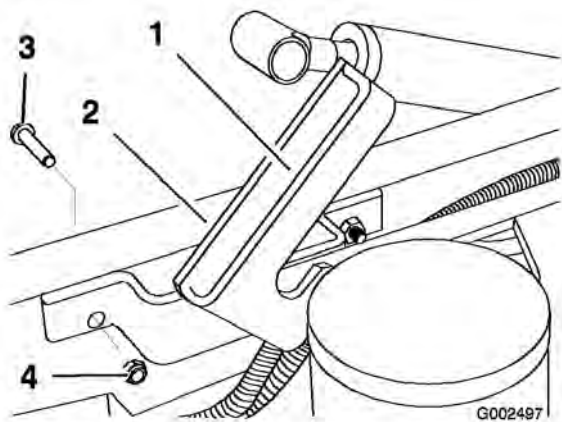
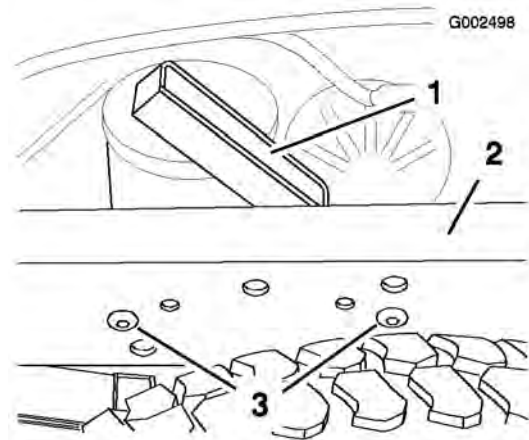

図 12
図 13
2. 車両の左フレームレールの内側に、ストラット・サポート・アセンブリを取り付ける；ソケット・ヘッド・ボルト2本(3/8 x 1 インチ)とロック・ナット2個(3/8 インチ)を使い、図 12および図 13のように取り付ける。各ナットを30 ± 4 Nmにトルク締めする。
4. プロップロッド、ジャムナット、ヨークを組み立てて仮止めする（図13）。